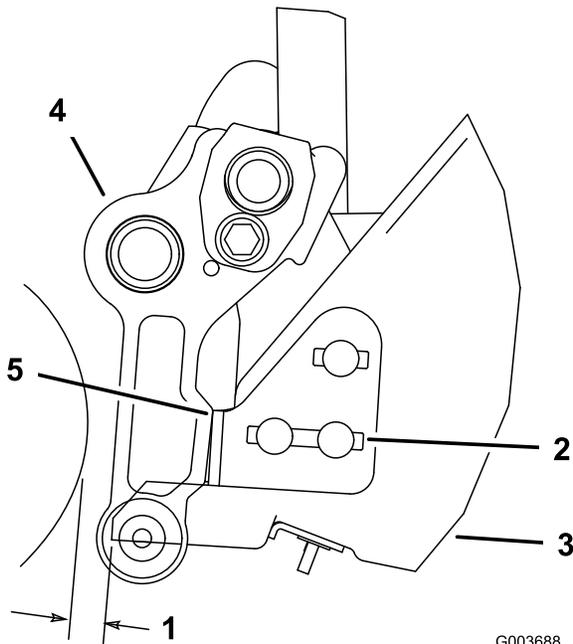

Figura 13
1. En cada lado del recogedor, afloje las tuercas de los pernos de cuello cuadrado que fijan los soportes de tope del recogedor al recogedor (Figura 13).
2. Coloque el recogedor paralelo a la unidad de corte con un espacio mínimo de 6 mm entre el borde del recogedor y el molinete (Figura 13).